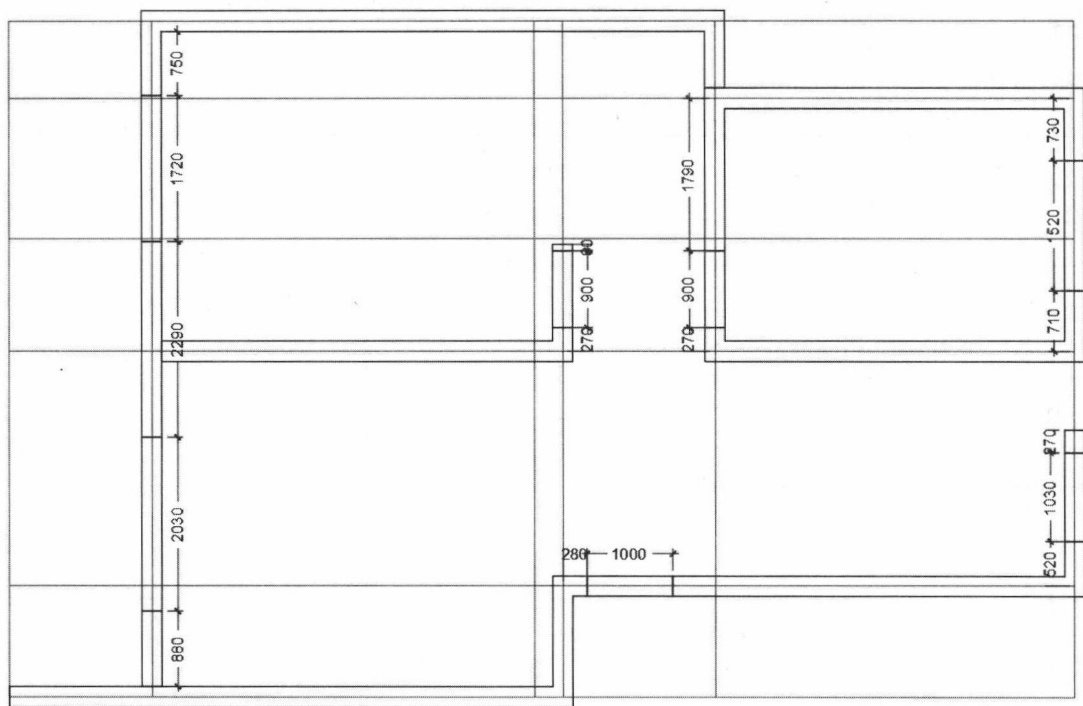

图 1-6
STEP 06 设置当前对象颜色为黑色，执行“多线”命令，设置比例为240mm，对正类型为无，捕捉绘制主墙体轮廓，部分墙体长度如图1-6所示。